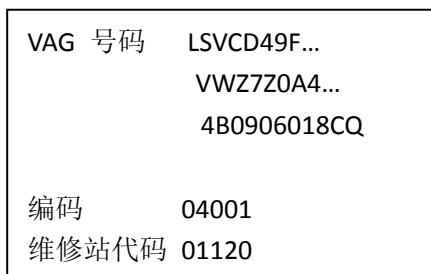

图 4-18
- 4) 选择【01 发动机】, 进入【01 电脑版本信息】, 记录下 5 位软件编码号, 然后按【返回】退出。如图 4-18